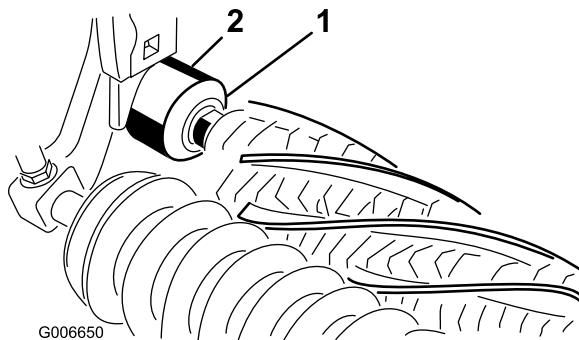

Figura 25
- 26. Asegúrese de que el borde sellante de cada retén toca ligeramente el alojamiento del cojinete correspondiente (Figura 25).